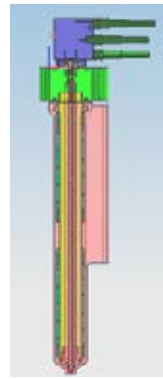

图 2：整体油缸热咀
- 依热力学分析，优化喷嘴加热，嘴头区域采用铜套加热圈，加强嘴头温度的精准控制。发热线，感温线为进口的，质量稳定。（如图 2）